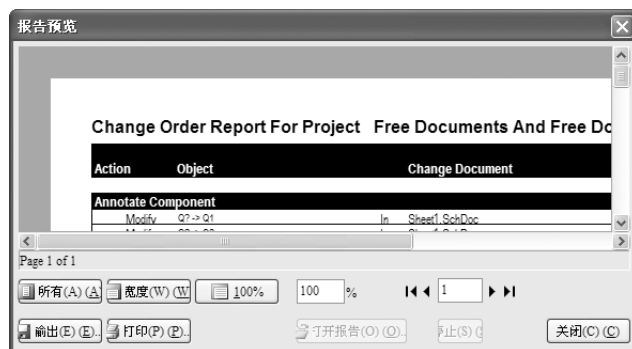

图 2-68 更新报告预览表
5) 单击“报告更改”按钮，以预览表方式报告变化，如图 2-68 所示。